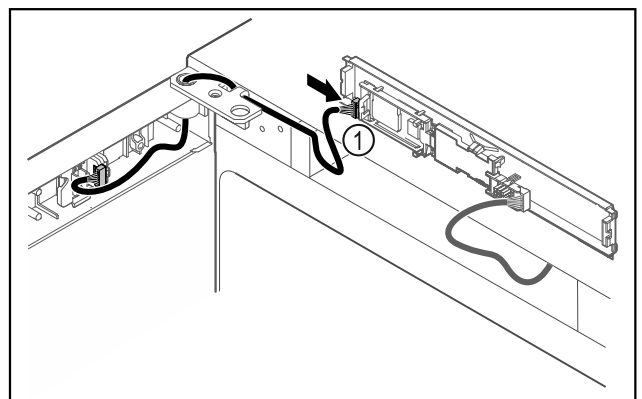

Fig. 41
- Stekker Fig. 41 (1) in printplaat steken.